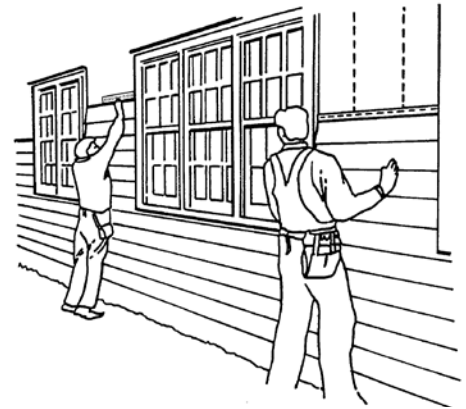

Figura 35
- Revise la alineación horizontal cada cinco o seis hileras (Figura 35). También revise la alineación del revestimiento con las paredes adyacentes.